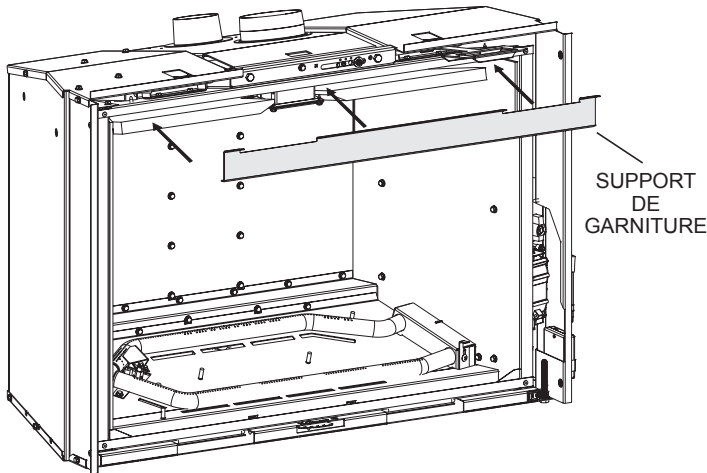

Figure 9
10. Tout en maintenant la garniture de céramique du plafond en position, placer le support de garniture comme montré et le fixez à l'aide de trois vis aux endroits indiqués. **Voir Figures 9 et 10.**